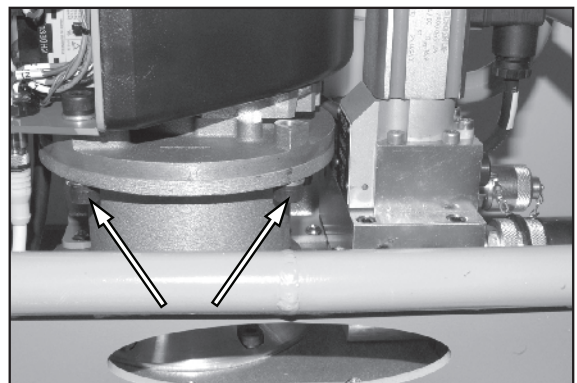

Figura 14.
3. Consulte la figura 14. Retire los cuatro pernos del motor. (Dos a cada lado).